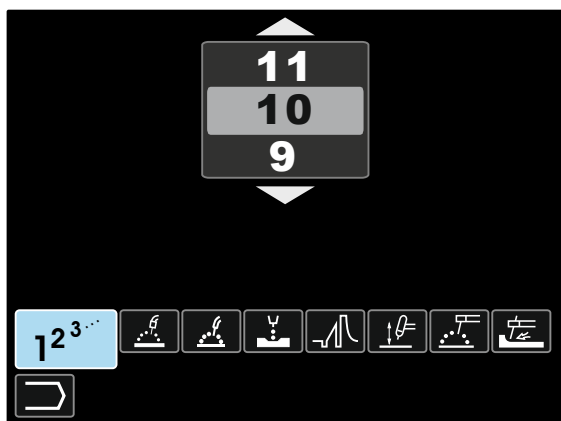

Рисунок 8
- С помощью кнопки регулировки [11] выделите пиктограмму выбора программы сварки – Рисунок 8.